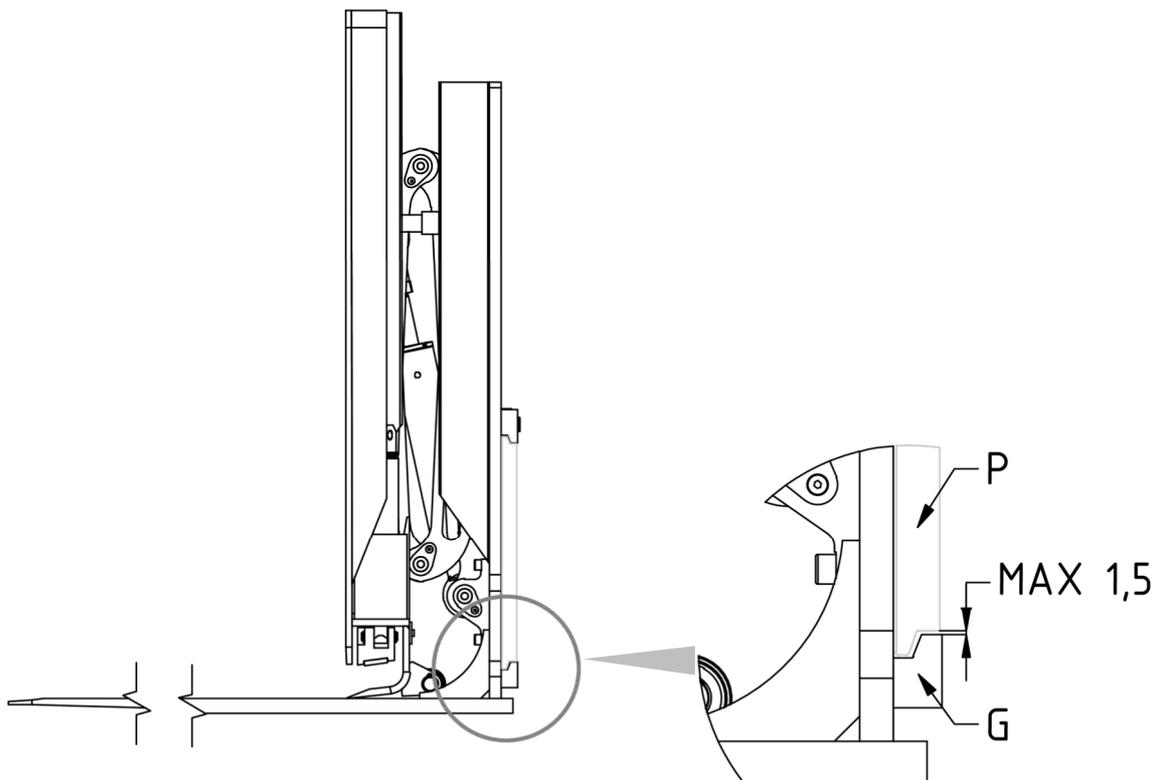

Figure 4
7. Revisser les 2 crochets inférieurs **G** de manière à ce que le corps de ceux-ci reste également accroché en dessous du tablier porte fourche **P** (avec jeu max. 1,5 mm, voir détail *Figure 4*), en serrant avec le couple de serrage indiqué dans le *tableau 3*.
4. Contrôler le jeu entre la partie inférieure du tablier porte-fourches et les crochets inférieurs de l'équipement, en vérifiant qu'il est comme indiqué à la *Figure 4* (p.13) et, éventuellement, intervenir sur les serrage des vis qui les maintiennent.